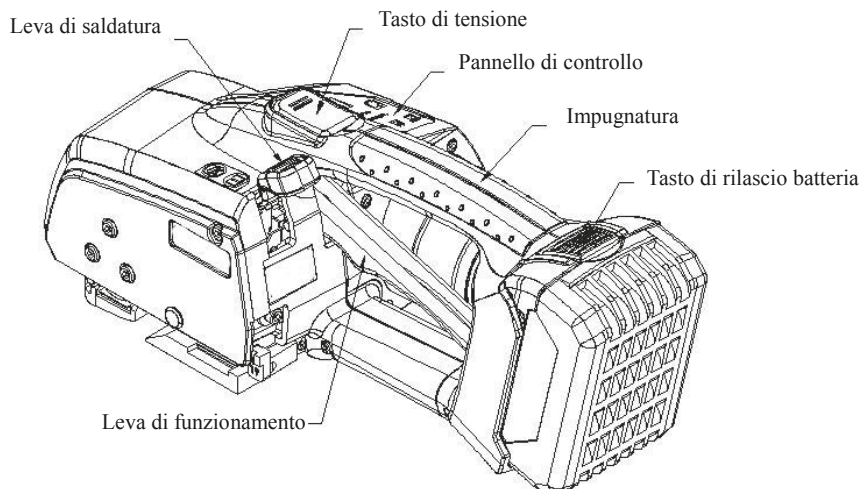

FIG. 2. Introduzione ai componenti operativi TB1216/TB1620
4.1 Introduzione ai componenti operativi (Fig. 2)